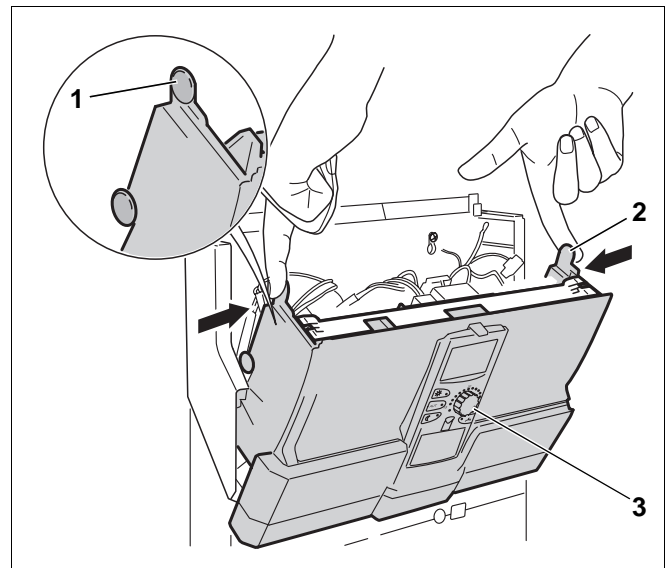

Abb. 3 Gerätevorderteil ausklappen
- Obere Noppen (Abb. 3, **Pos. 1 u. 2**) auf beiden Seiten nach innen drücken.
- Das Gerätevorderteil mit dem MEC 2 (Abb. 3, **Pos. 3**) nach vorne ausklappen.